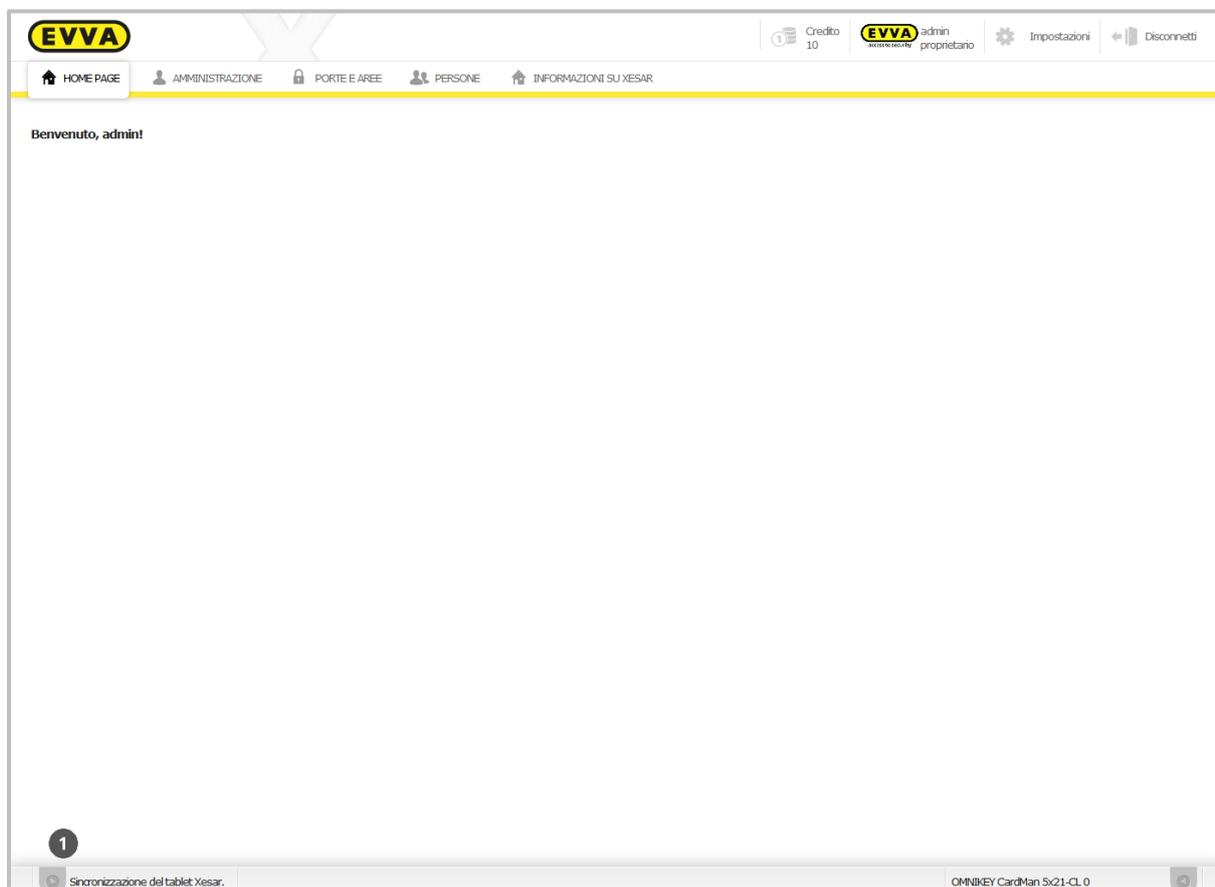

Figura 82: Sincronizzazione dei dati con il tablet Xesar
Collegare il tablet Xesar con il PC e avviare la sincronizzazione facendo clic su **Sincronizzazione del tablet Xesar** ❶ (Figura 82: Sincronizzazione dei dati con il tablet Xesar).